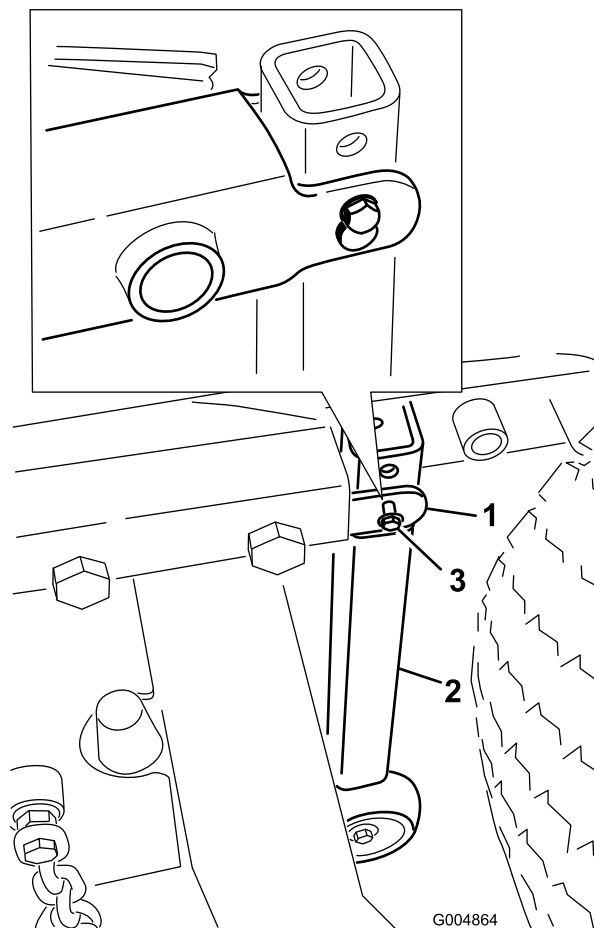

Figure 26
5. Déposez les axe de chape et une retenue de vis auto-taraudeuse 5/16 po. qui fixent les supports de tubes verticaux à l'arrière du châssis du plateau de coupe (Figure 26).